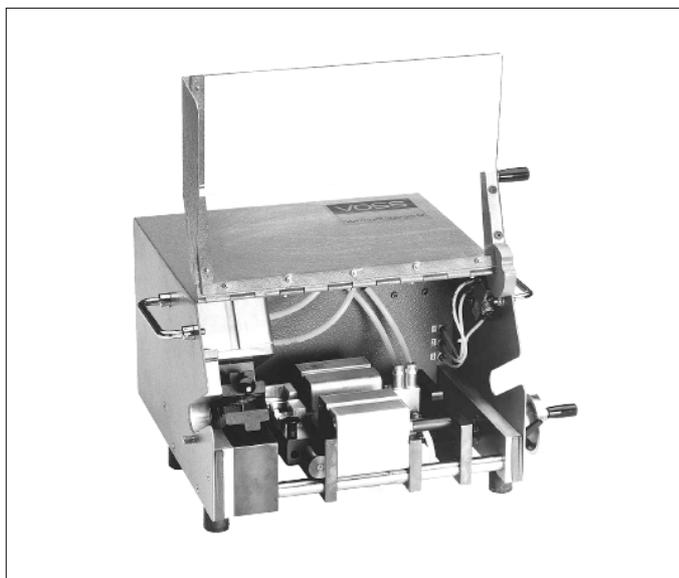

Рис. 7: Приспособление для монтажа Тип 56 компании VOSS
- Приспособление для монтажа Тип 56 компании VOSS (Рис. 7) для запрессовки зазубренного профиля в пластмассовую трубку.